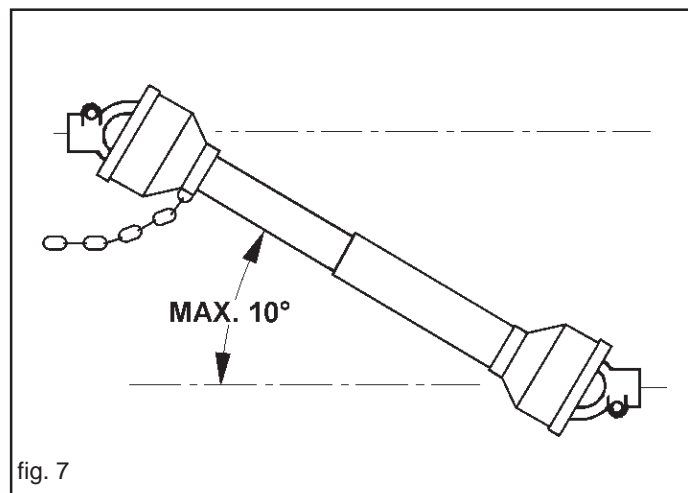

fig. 7
- 12) Débrayer toujours la prise de force quand l'arbre à cardans est trop ouvert (jamais plus de 10 degrés - Figure 7) et quand la prise de force n'est pas utilisée.